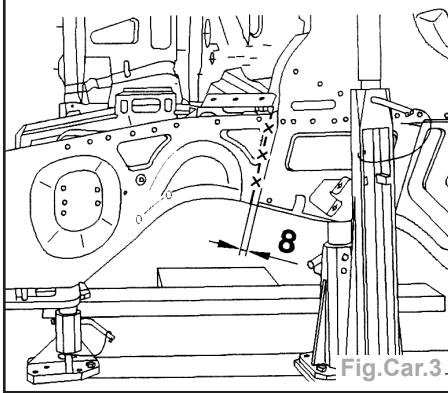

Fig.Car.3
- Tracer puis découper à l'aide d'une scie (Fig.Car.3).